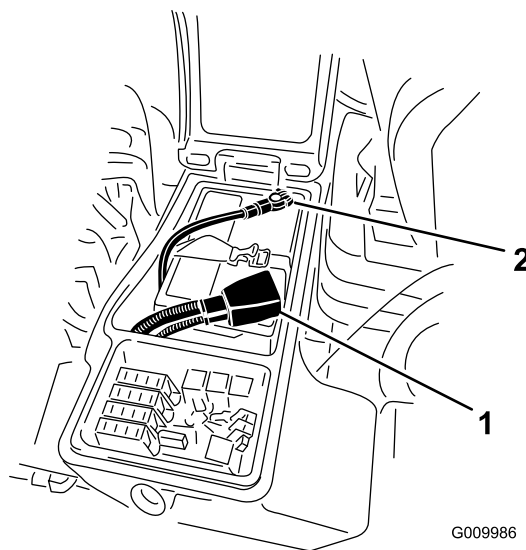

Figura 38
4. Collegate il cavo positivo (rosso) al terminale positivo (+) e il cavo negativo (nero) al terminale negativo (-) della batteria (Figura 38). Fissate i cavi ai poli con viti a testa cilindrica e dadi. Verificate che il morsetto positivo (+) sia completamente sul polo, e che il cavo sia posizionato in modo aderente alla batteria. Il cavo non deve toccare il coperchio della batteria. Fate scorrere la guaina di gomma sul morsetto positivo per evitare un cortocircuito.